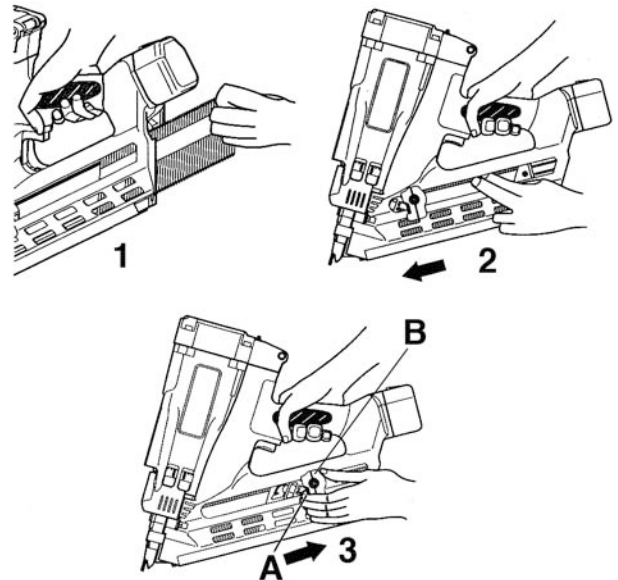

Figure 7
1. Insérez une bande de clous dans la partie arrière du chargeur de clous, voir Fig.7.
3. Poussez vers le bas sur le loquet de l'alimenteur (A) Fig.7, puis ensuite tirez l'alimenteur (B) passé l'arrière de la bande de clou à l'intérieur du chargeur. Pour éviter d'endommager la bande de papier, relâchez le loquet de l'alimenteur et l'alimenteur lentement pour sécuriser la bande de clous dans le chargeur. Assurez-vous que vous avez installé une bande de clous de plus de 10 clous.
4. Pour enlever une bande de clous du chargeur, poussez vers le bas sur le loquet de l'alimenteur (A) Fig.7, tirez l'alimenteur (B) légèrement en arrière et ensuite poussez l'alimenteur vers l'avant, retirez la bande de clous en la faisant glisser hors du chargeur.